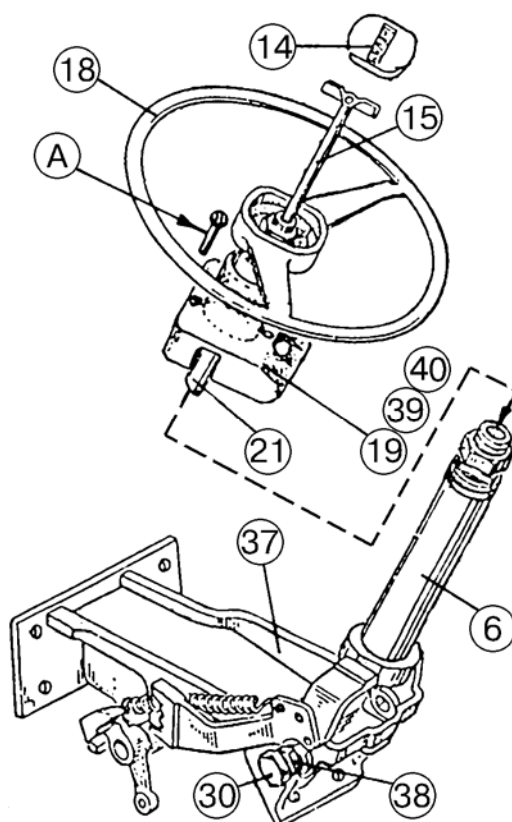

Рис.6.21
24) соберите рулевое колесо (18), (рисунок 6.21), с валом (21), установив пружину (20), чехол (19), втулки (39), (40), стопорную шайбу (17), гайку (16) и винт (15);
25) установите рулевое колесо (18), (рисунок 6.21), в сборе с валом (21) и чехлом (19), втулками (39), (40) в трубу (6) рулевой колонки;
26) закрепите чехол (19), (рисунок 6.21), двумя винтами «А» (М6х50) к кронштейну щитка приборов;
27) заверните винт (15), (рисунок 6.21), и закройте крышкой (14);
После сборки и установки рулевой колонки на трактор проверьте при работающем дизеле на стоянке или при движении на низшей передаче отсутствие "моторения" рулевого управления. Рулевое колесо должно надежно возвращаться в нейтраль. В противном случае отрегулируйте соосность трубы (6), (рисунок 6.21), и золотника насоса-дозатора, попеременно ввинчивая винт (30) с одной стороны и вывинчивая другой винт с противоположной стороны до полного устранения несоосности, распора или подклинивания. После регулировки законтрите винты (30), (рисунок 6.21), гайками (38). Люфт в соединении трубы (6), (рисунок 6.21), с кронштейном (37) не допускается.